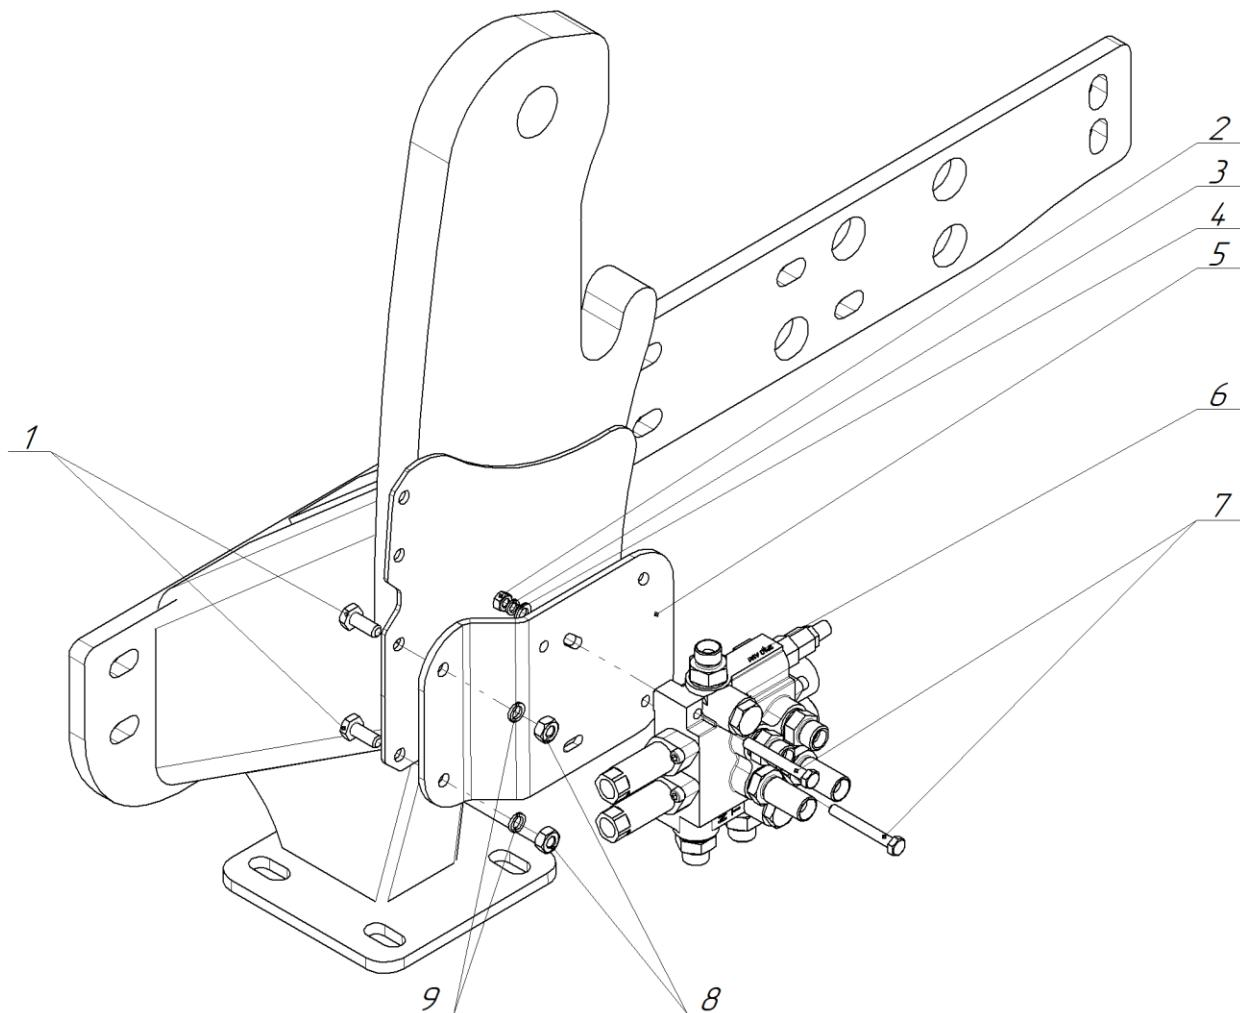

Рисунок 2.3
2.2.2.6 Установить гидрораспределитель (6 рис. 2.3) на кронштейн (5) при помощи болтов M10 (1), гаек M10 (8) и шайб (9). Смонтировать кронштейн с гидрораспределителем на стойку правого подрамника при помощи болтов M8 (7), гаек M8 (2) и шайб (3,4) из комплекта.